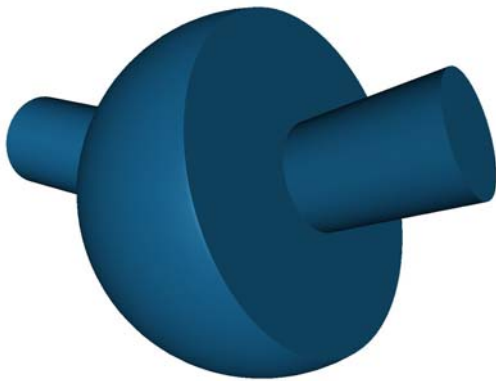
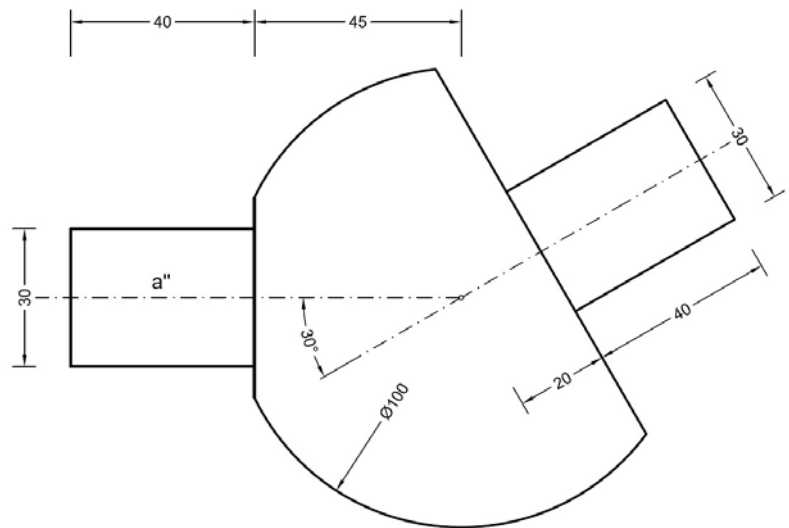

Abb. 1
Abb. 2
Ein Kugelgelenk besteht aus einem Kugelteil (Kugeldurchmesser 100 mm) und zwei kongruenten Drehzylindern (Zylinderdurchmesser 30mm). (Abb. 1 und Abb. 2)
- 2.) Erzeugen Sie mit CAD ein 3D-Modell des in Abb. 2. gegebenen Gelenks.